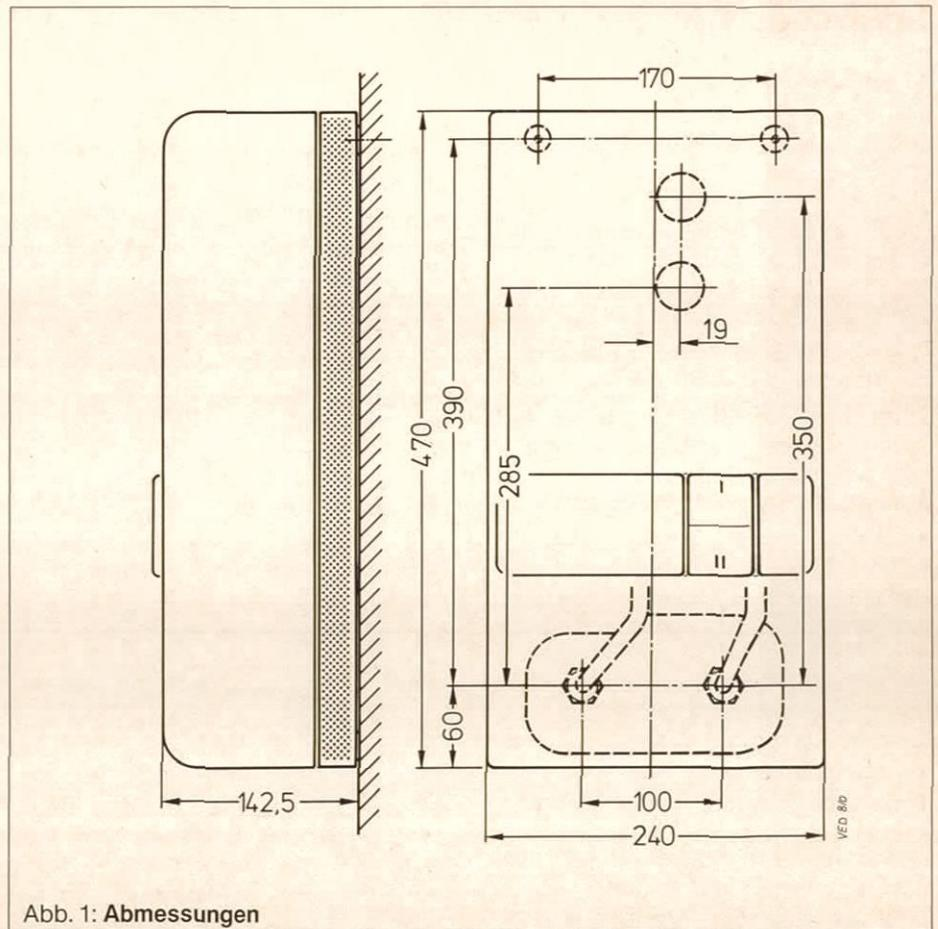
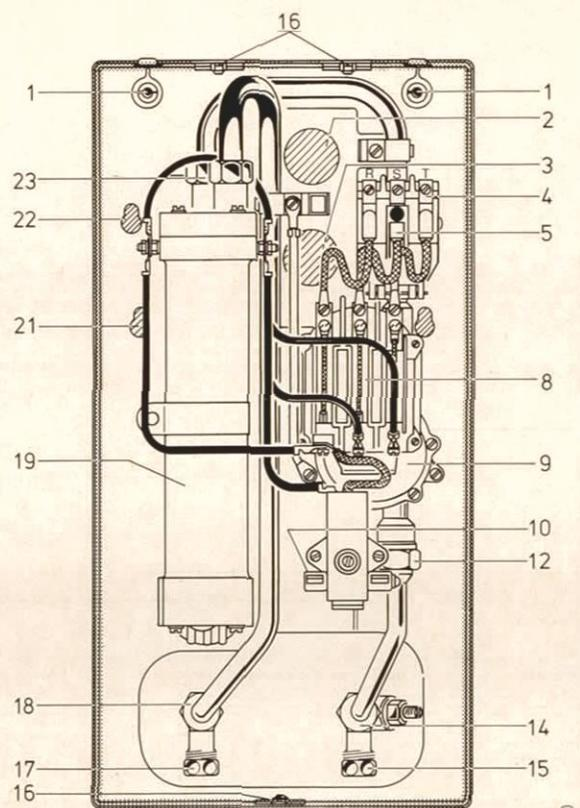
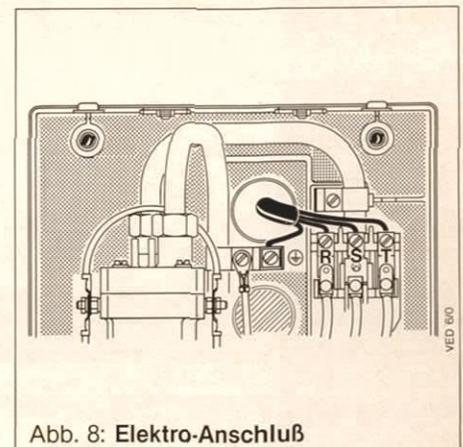

Abb. 1: Abmessungen
Abb. 2: Aufbauschema
Abb. 8: Elektro-Anschluß
Die Abmessungen für Wasseranschlüsse, Gerätebefestigung und Elektroanschluß sind aus Abb. 1, Seite 3, ersichtlich.
Zur Vermeidung von Wärmeverlusten ist der Elektro-Durchlauferhitzer möglichst nahe der Zapfstelle anzubringen, die am häufigsten benutzt wird. Der VED.../1 ist so zu montieren, daß das Gerät für Bedienung und Wartung leicht zugänglich ist. Die Abmessungen sind aus Abb. 1, Seite 3, ersichtlich.
Nach Lösen der Befestigungsschrauben (16, Abb. 2, Seite 5), Gehäusemantel aushängen. Die beiliegenden Dübel, entsprechend Abb. 1, in die Wand einsetzen. Das Gerät mit den beiden beiliegenden Holzschrauben, die durch die oberen Stellschrauben geführt werden, an der Wand befestigen. Wandunebenheiten können durch diese beiden Stellschrauben ausgeglichen werden.
nach Lösen der Überwurfmutter (12, Abb. 2) herausgenommen werden (Werte siehe Rückseite). Ein Sicherheitsventil in der Kaltwasserzuleitung ist nicht erforderlich. Der Anschluß erfolgt mit den beiden beiliegenden  $R\frac{1}{2}$ "-Anschlußstücken, wobei das Kaltwasser auf der rechten Seite über das Anschlußstück mit Absperrventil angeschlossen wird. Durch das biegsame Kaltwasserrohr im Gerät lassen sich kleine Installationsdifferenzen ausgleichen.
Den Elektro-Anschluß nach Entfernen einer geeigneten Scherbelwand (2 oder 3, Abb. 2) durch die Geräterückwand in den VED.../1 einführen. Zur Abdichtung die beiliegende Gummimanschette verwenden, das Elektrokabel, wie in Abb. 8 gezeigt, an die Klemmleiste L1(R), L2(S), L3(T) und den Schutzleiter anschließen.